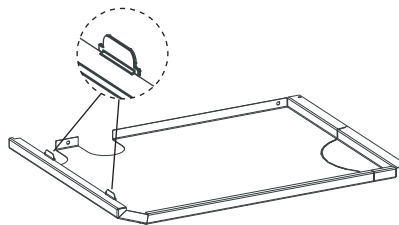

Fig. 114 Piegare entrambe le linguette
- ▶ 2 Laschen seitlich herausbiegen – Fig. 114.